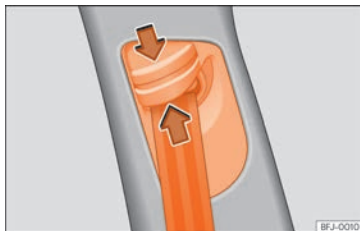

Fig. 14 Près des sièges avant : dispositif de réglage en hauteur de la ceinture.
- Maintenez appuyé le dispositif de guidage dans le sens de la flèche »» **fig. 14**.